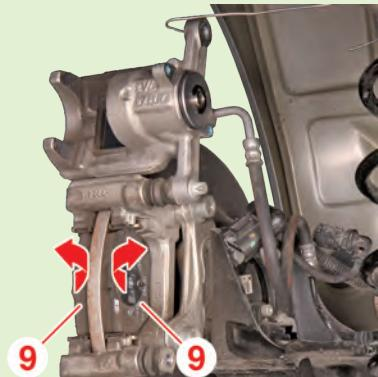

Fig.7
- Sortir les plaquettes de frein (9) de leur logement pour les déposer (Fig.7).